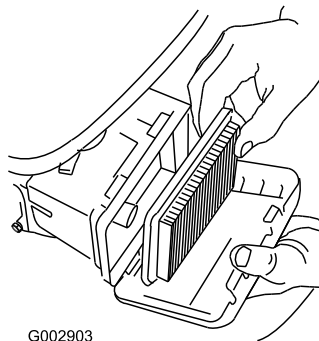

Figura 41
3. Retire el filtro de aire (Figura 41).